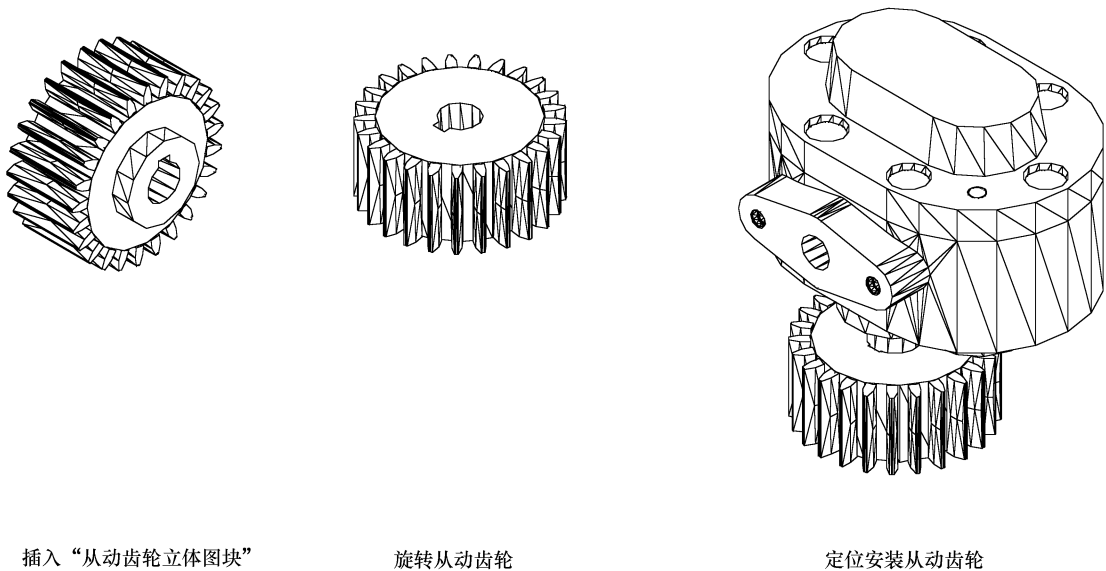

图 13-59 安装从动齿轮
- Step 8** 插入“从动齿轮立体图块”，并定位安装：继续执行插入块操作，插入“从动齿轮立体图块”。调整 UCS，调用“旋转”命令，调整从动齿轮方位。调用“移动”命令，定位安装从动齿轮。安装从动齿轮，如图 13-59 所示。